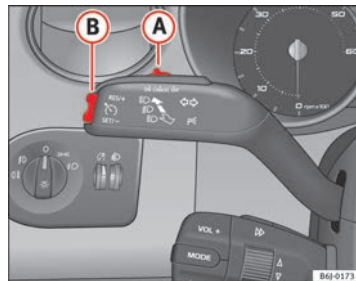

Abb. 116 Blinker- und Fernlichthebel: Schalter und Wippe für die Geschwindigkeitsregelanlage
- Drücken Sie den oberen Teil der Wippe **RES** ⇒ Abb. 116 **(B)**, um die Geschwindigkeit zu erhöhen. Solange Sie die Wippe gedrückt halten, beschleunigt das Fahrzeug. Sobald Sie die Wippe loslassen, wird die neue Geschwindigkeit gespeichert.
Wenn Sie die gespeicherte Geschwindigkeit durch Treten des Bremspedals verringern, wird die Geschwindigkeitsregelanlage deaktiviert. Sie können durch einmaliges Drücken des oberen Teils der Wippe **RES+** ⇒ Abb. 116 **(B)** die Regelung wieder aufnehmen.